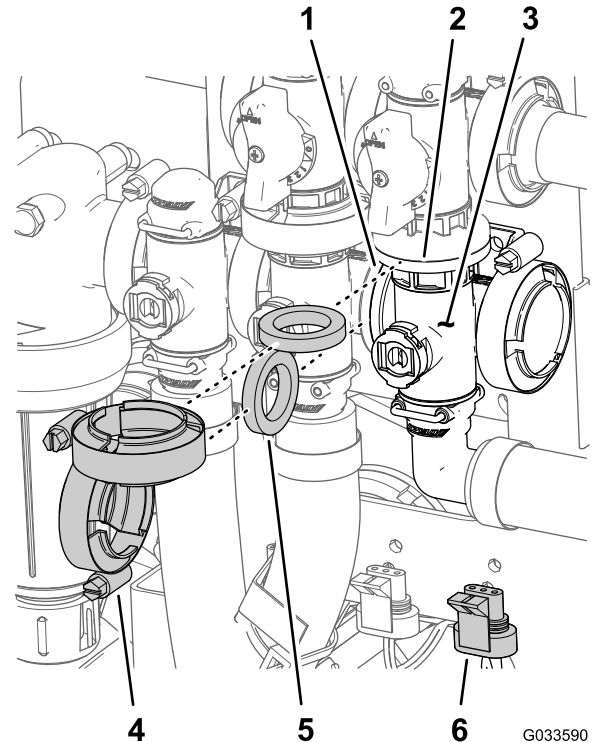

図 129
1. マスターブームバルブマニホールドのフランジ、ガスケット、マスターブームバイパスバルブのフランジを、整列させる 図 129。
2. マスターブームバルブ用マニホールド、ガスケット、マスターブームバイパスバルブを組み立ててフランジクランプを手締めする 図 129。
3. マスターブームバルブマニホールドのフランジ、ガスケット、攪拌バルブ用マニホールドを整列させる 図 129。
4. マスターブームバルブマニホールド、ガスケット、攪拌バルブマニホールドを組み立てて、フランジクランプを手締めする 図 129。
7. 攪拌バルブをバルブマウントに組み付ける; フランジヘッドボルトとフランジロックナット 図 129 はステップ 3 マスターブームマニホールドバルブの取り外し (ページ 77) で取り外したものを使用し、ボルトとナットを 10-12 N·m 1.0-1.2 kg/cm2 = 90-110 in-lb にトルク締める。